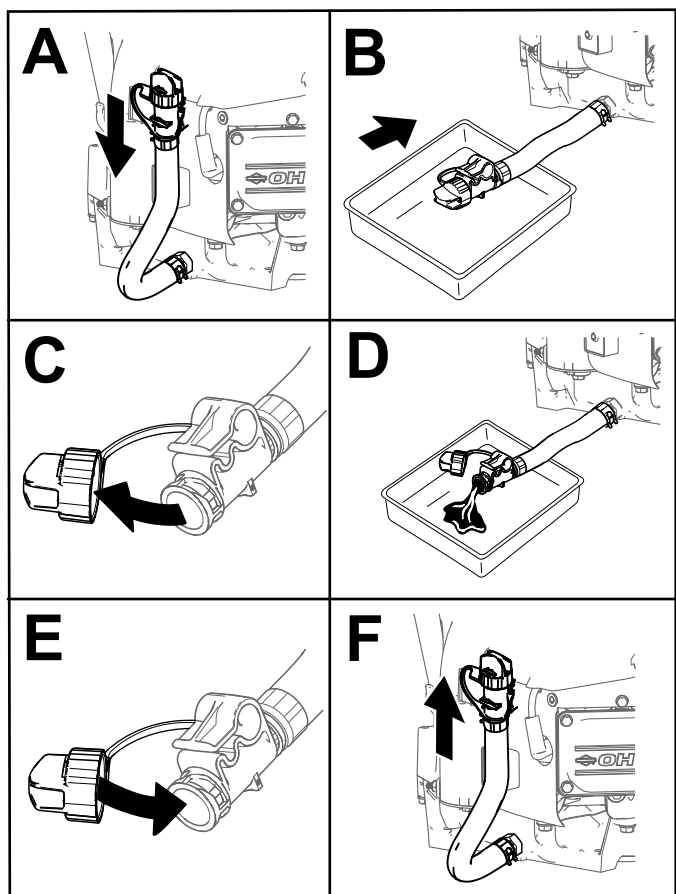

Figura 43
4. Scurgei uleiul din motor (Figura 43).